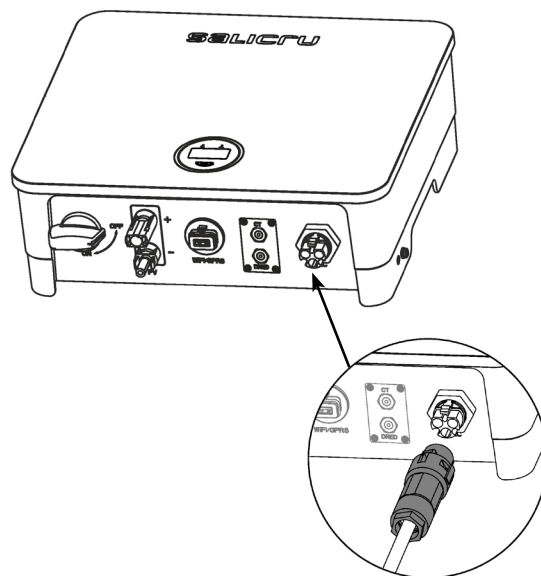

Fig. 31. Raccordement du connecteur CA à la borne CA de l'inverseur.
- e. Brancher le connecteur CA à la borne CA de l'inverseur. Un clic doit se faire entendre pour indiquer que le connecteur est bien raccordé (cf. Fig. 31) :